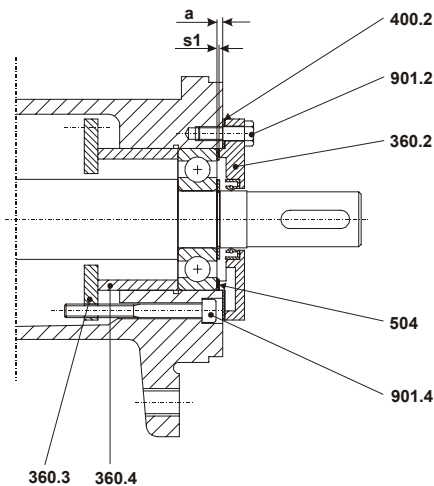

Fig.8: Sezione per regolazione pompe RG
Le pompe del tipo RG, RGL, vengono fornite con giochi tra girante aperta e anello sede come indicato in tab. 6. Se durante il funzionamento sono intervenute cause tali da dover ripristinare questi giochi, ci si può regolare nel modo seguente: montare la pompa seguendo l'ordine inverso adottato per lo smontaggio. Mettere la pompa in verticale, allentare le due viti (901.4), spingere l'albero verso il basso fino a che si sente appoggiare la girante sull'anello sede. Avvitare le due viti (901.4) gradatamente in modo tale che l'albero ruoti liberamente e senza che vi sia strisciamento tra girante e anello sede. Togliere il coperchio cuscinetto (360.2) svitando le tre viti (901.2) e misurare con un calibro la profondità "a" come indicato dalla fig. 8. Detrarre da questa quota il fattore "f", come indicato dalla tab. 7. La differenza è lo spessore "s1" del distanziale (504) da interporre tra coperchio cuscinetto e cuscinetto. Il distanziale ha le dimensioni come indicato da tab. 7. Montare il coperchio cuscinetto e stringere a fondo le viti della staffa (901.4).